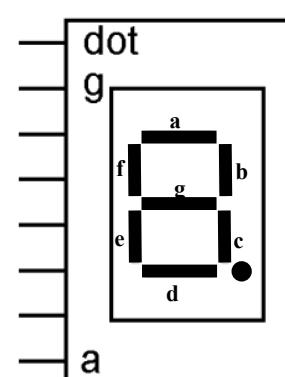

Figura 4.1
- Teniendo en cuenta que dichos LED en el *display* de 7 segmentos reciben un nombre (a, b, c, d, e, f y g, ver figura 4.1), se tendrán que realizar 7 funciones de 3 variables para conseguir la codificación adecuada. Complete para su realización la tabla de verdad de las 7 funciones (Tabla 4.1) y realice dichas funciones.